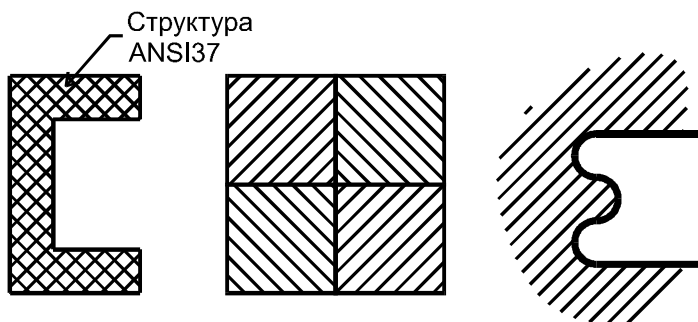

Рис. 35. Графическое задание № 3
3. Выполнить графическое задание № 3 (рис. 35). Начертить фигуры и заштриховать их.